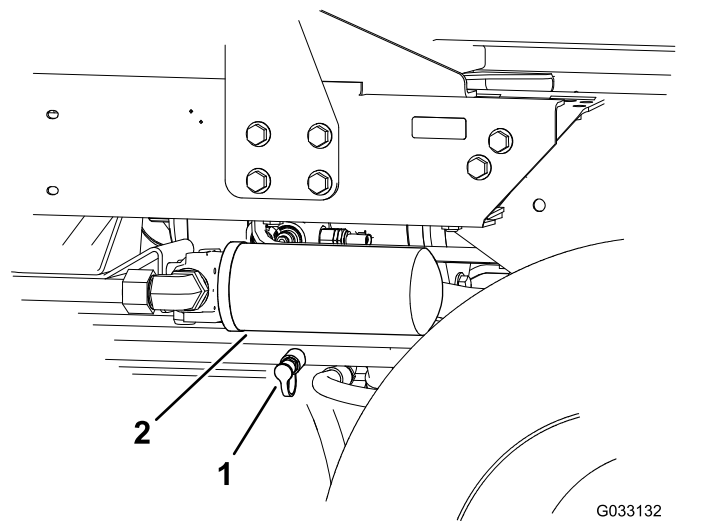

**Figura 61**
- Pieza Toro N° 95-0985, empalme (2)
- Pieza Toro N° 340-77, acoplamiento hidráulico (2)
1. Instale un acoplamiento diagnóstico en el orificio sin marcar que está situado entre los orificios M8 y P2 del colector de tracción trasera (Figura 61).